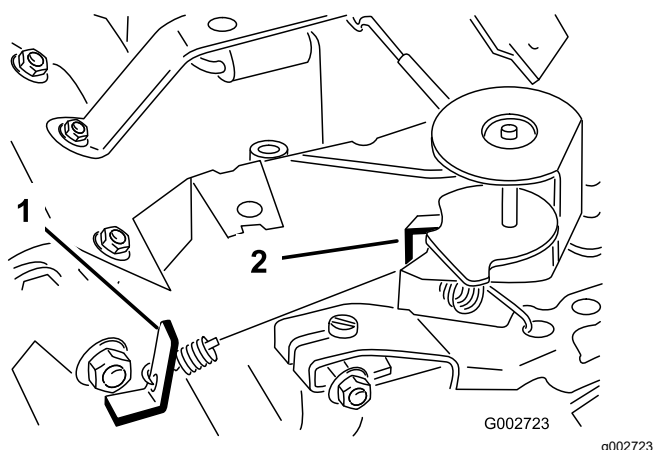

Bild 39
3. Biegen Sie den Anker-Federmitnehmer (Bild 39), um eine Leerlaufgeschwindigkeit von 1.675 U/min bis 1.175 U/min zu erzielen.
6. Biegen Sie den Federankermittelnehmer in der Vollgaseinstellung (Bild 39), bis Sie eine Vollgasdrehzahl von 3.350 U/min bis 3.450 U/min erzielen.